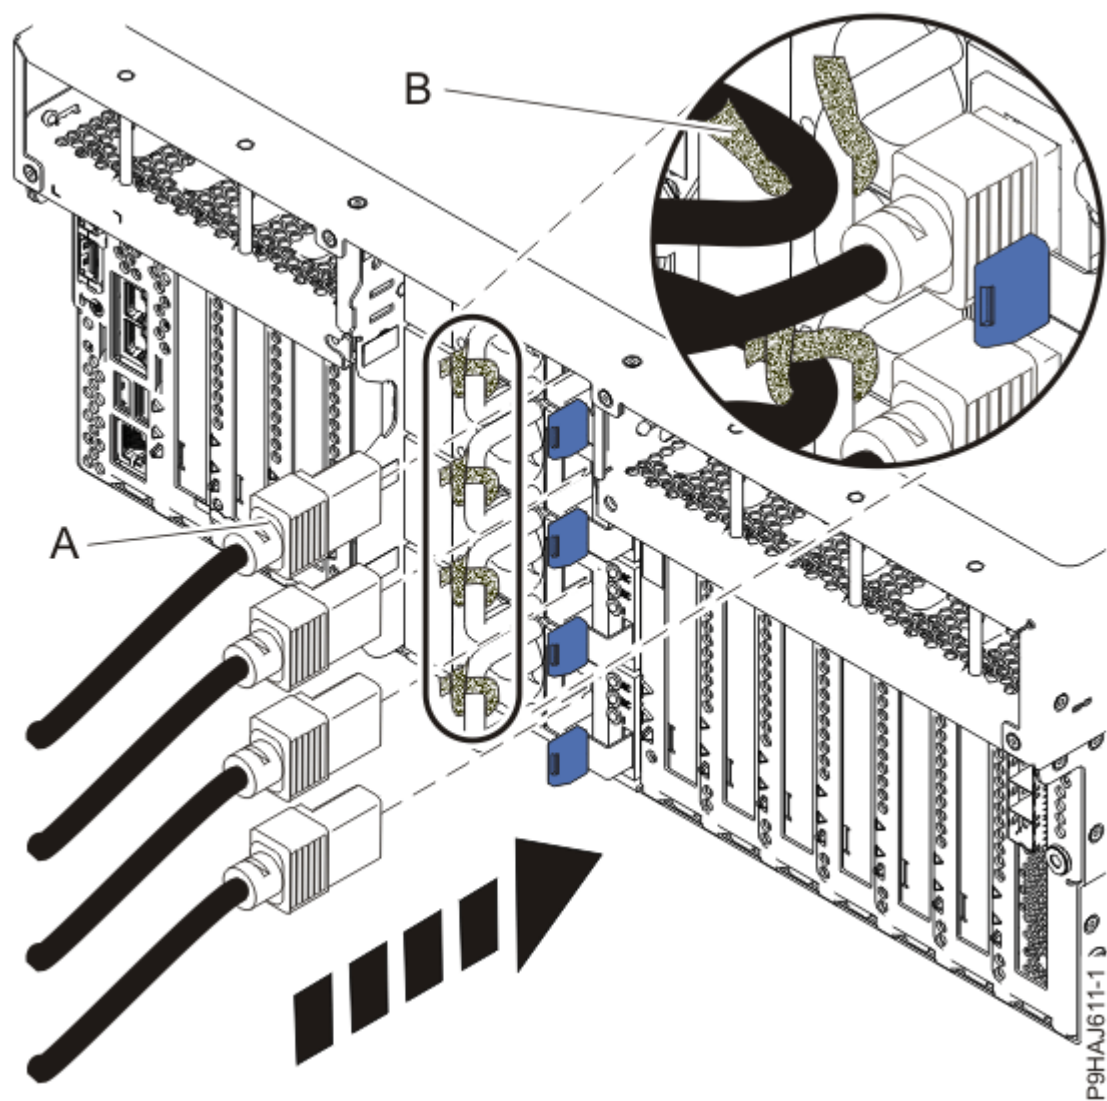
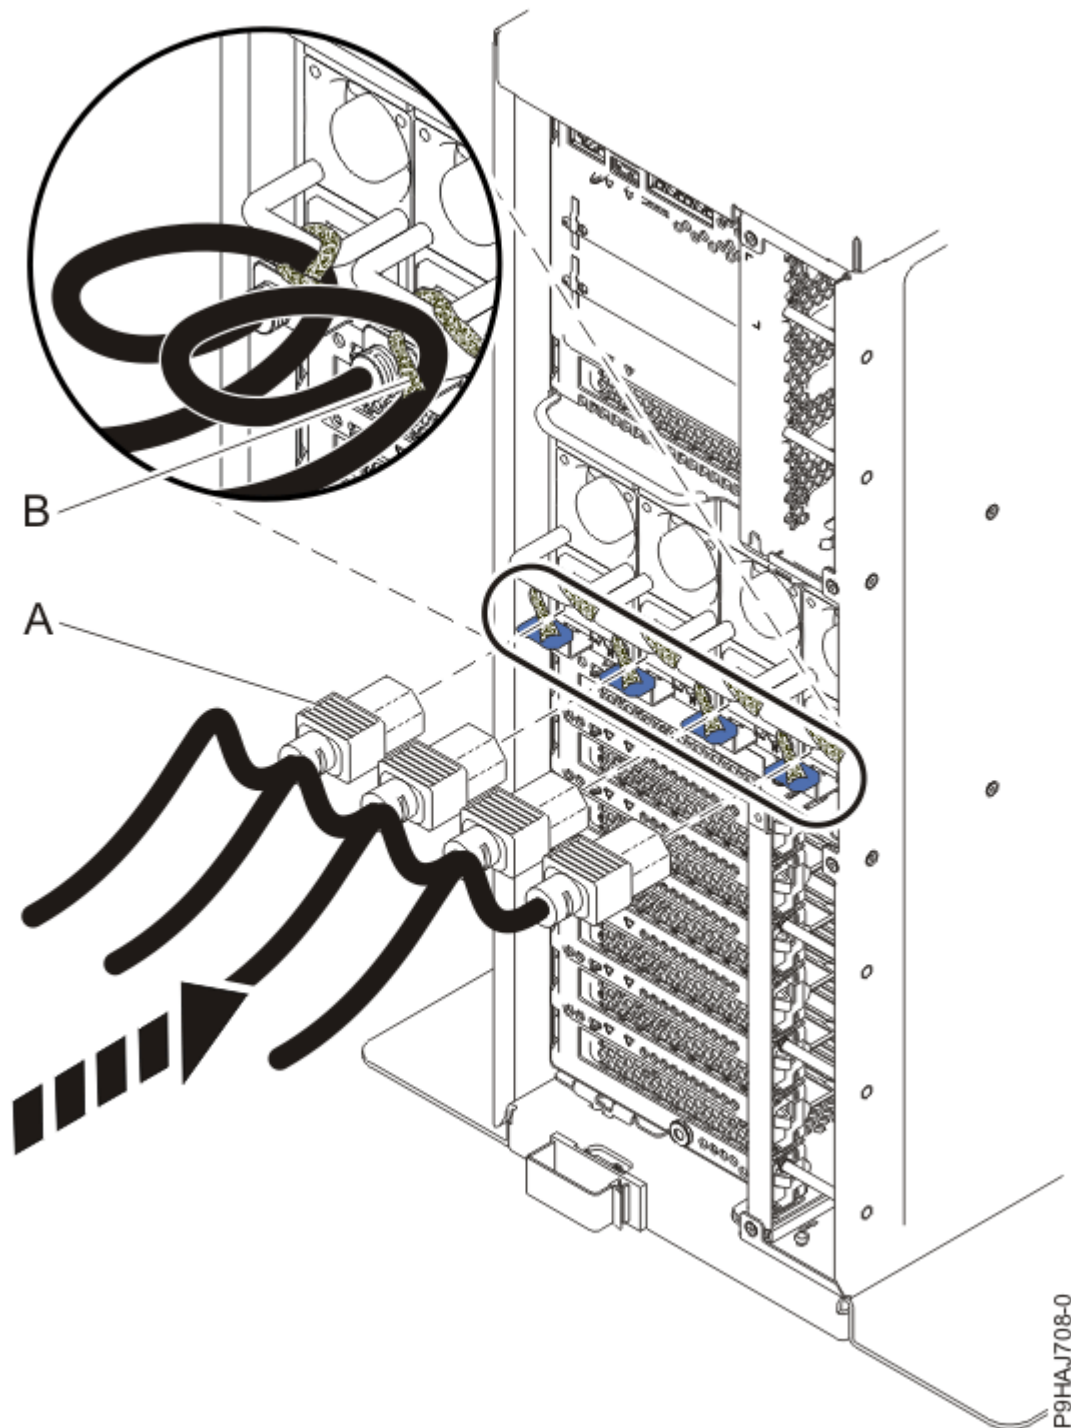

Figura 40. Conexión de los cables de alimentación a un sistema montado en bastidor
Figura 41. Conexión de los cables de alimentación a un sistema autónomo
7. Mediante las etiquetas, vuelva a conectar los cables de alimentación (**A**) a la unidad del sistema. Sujete los cables de alimentación (**A**) al sistema utilizando el mecanismo de sujeción (**B**) tal como se muestra en la Figura 40 en la página 43 o Figura 41 en la página 44.